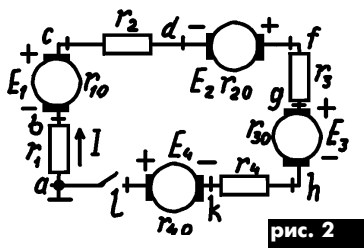

рис. 2
2. Побудувати графік змінювання потенціалу вздовж кола, яке зображене на **рис. 2**, при замкненому і розімкненому ключі, припускаючи в обох випадках, що точка а заземлена ( $j_a=0$ ). На схемі знайти точку, рівнопотенціальну точці а. Визначити, потенціал якої точки слід прийняти рівним нулю, щоб потенціали усіх інших точок були додатні при замкненому ключі. (7 оч.)